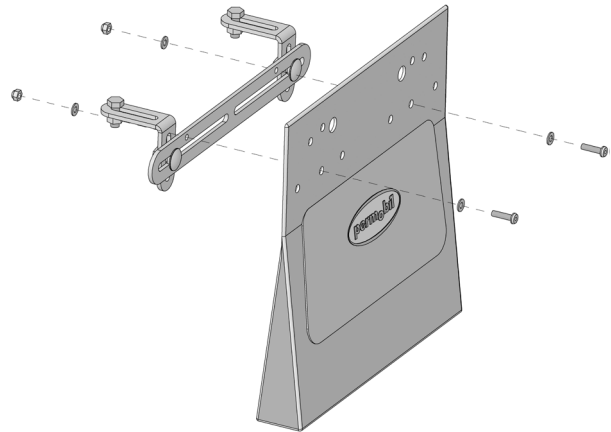

Bild 13. Montering av väskan på separat levererat fäste.
1. Montera väskan på det separat levererade fästet med hjälp av medföljande skruvar, brickor och muttrar, se bild 13.